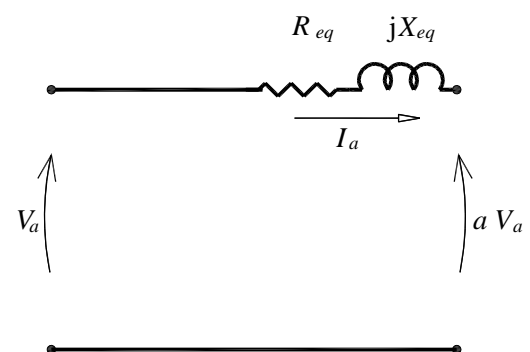

Figura 2
- esboçar o diagrama fasorial das quedas de tensão em  $R_{eq}$ ,  $jX_{eq}$  e as tensões  $V_a$  e  $aV_a$ , onde  $a$  é a relação de transformação do transformador. Utilize o modelo simplificado do transformador, apresentado na Figura 2, e considere que o mesmo alimenta uma carga capacitiva que demanda uma corrente elétrica  $I_a$ , defasada de um ângulo  $\phi$  em relação à tensão terminal do gerador  $aV_a$ .